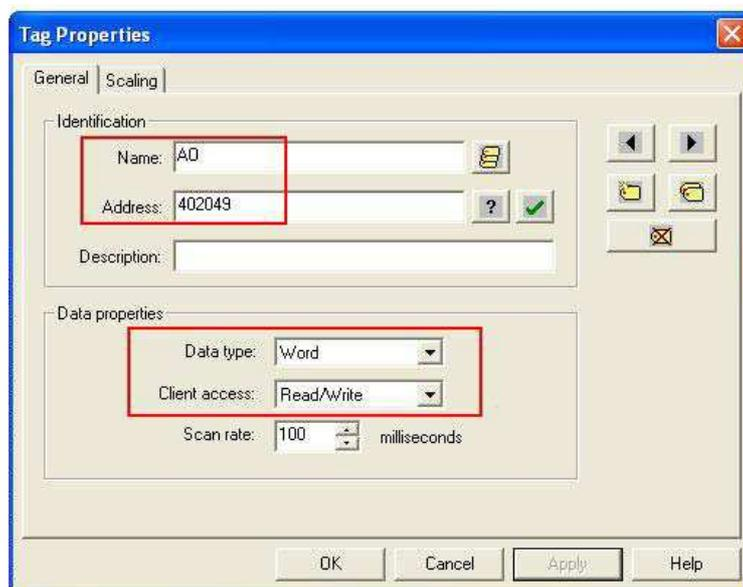

Рис.14
2.12 Определите тег АО (Рис.14) и нажмите **Apply**.